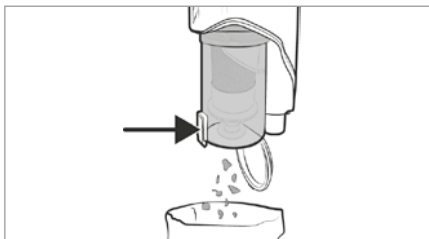

Fig. 18
- 1) Hold støvbeholderen **7** over en affaldsspand, og tryk på oplåsningsknappen til støvbeholderdækslet **8**. Støvbeholderdækslet **9** åbner sig, og indholdet falder ned i spanden (se fig. 18). Luk derefter smudsbeholderdækslet **9**.